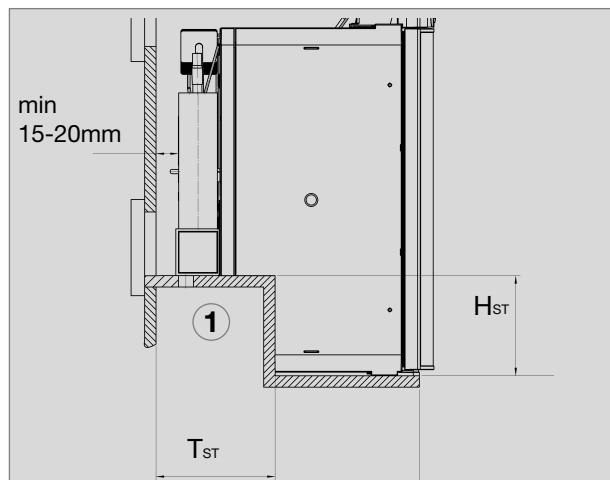

Fig. 26
El frigorífico deberá ser montado en un hueco sin corriente de aire (v. tb. "4.1.4"). El nivel (1) (Fig. 26) sólo se necesita en los modelos con paso de rueda. El suelo del hueco deberá ser plano, de modo que el aparato pueda desplazarse sin dificultades a su posición correcta. El suelo deberá ser lo suficientemente firme para poder soportar el peso del aparato.